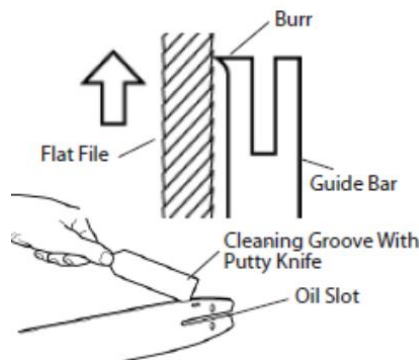

Figure 11
2. Entfernen Sie regelmäßig das Sägemehl aus der Nut in der Führungsstange. Verwenden Sie dazu ein Kittmesser oder einen Draht (Siehe Abbildung 11).